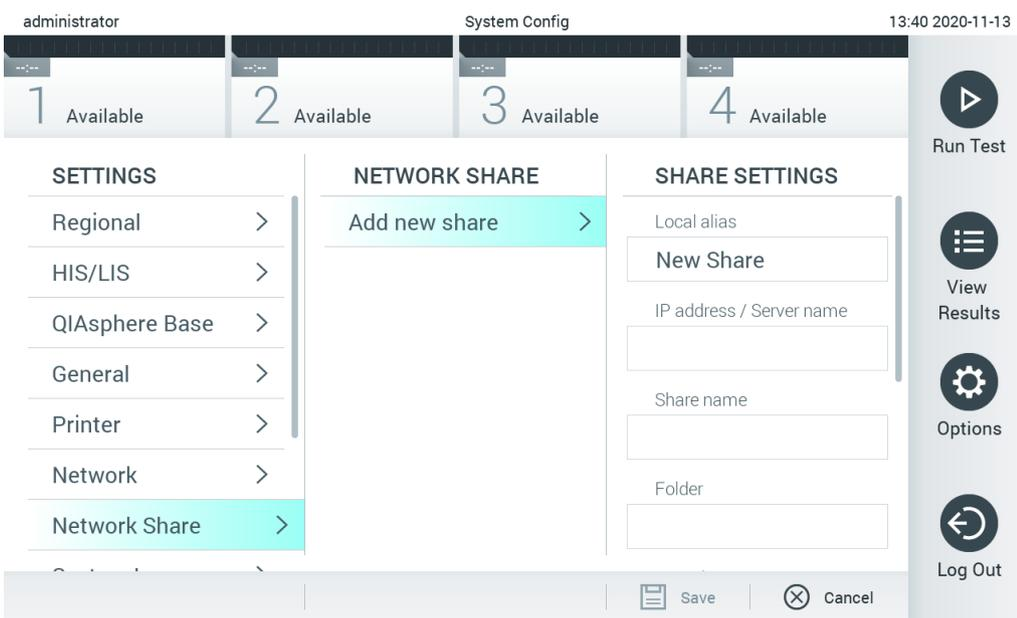

Abbildung 76. Hinzufügen einer Netzwerkfreigabe.
3. Drücken Sie auf die Schaltfläche Add new share (Neue Freigabe hinzufügen) (Abbildung 76).